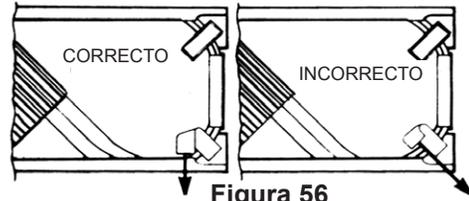

Figura 56
**Nota:** Si hubiera necesidad de remover ó reemplazar las cintas de fieltro, remuévalas a un ángulo de 45 grados (Figura 56).